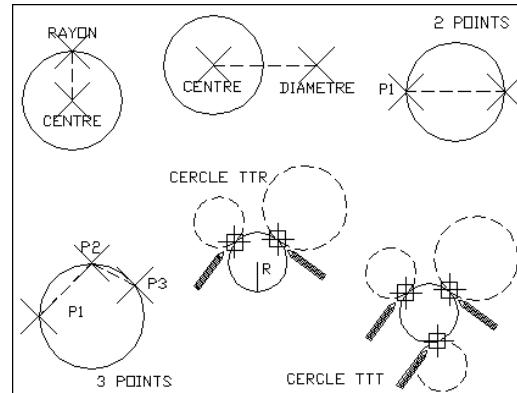

Fig.4.30
- 1 Exécuter la commande de dessin d'un cercle à l'aide d'une des méthodes suivantes (fig.4.30):